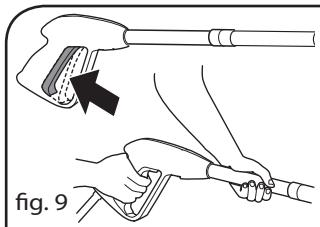

fig. 9
5. Appuyez sur la gâchette du pistolet afin d'éliminer l'air résiduel dans la pompe et attendez qu'un jet d'eau constant coule de la buse (fig. 9).